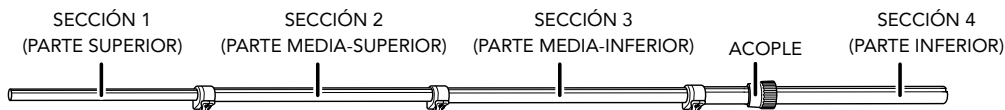

FIGURA 1
El Tupo telescópico consta de cuatro secciones (FIGURA 1):
1. Coloque el ACOPLE en la SECCIÓN 4 del Tubo telescópico. El Tubo telescópico viene embalado con el ACOPLE ya colocado en la SECCIÓN 4 – si el ACOPLE se ha desprendido, simplemente deslícelo nuevamente según se indica en la FIGURA 1.